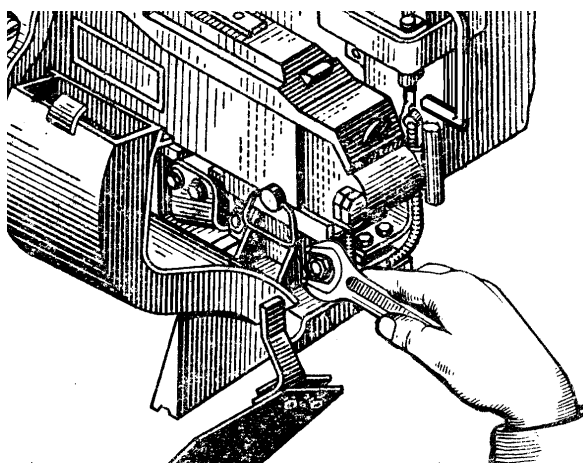

Рис. 106. Регулювання втулок механізму вивірення кулемета ПКТ
- вставити в ствол кулемета ПКТ трубку холодного пристрілювання ТХП-7-19516 і, візуючи через неї, визначити, куди наведене її перехрестя. Якщо перехрестя трубки наведено в чорне коло, можна приступати до стрільби, якщо ні, то, за допомогою механізму вивірення кулемета ПКТ змістити вісь ТХП з точкою наведення (рис. 106) після чого зняти чорне коло з білим хрестом з мішені для пристрілювання;